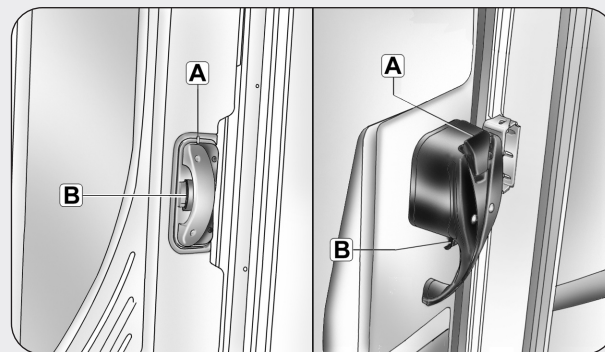

fig. 4
**Per aprire la porta dall'interno fig. 4**